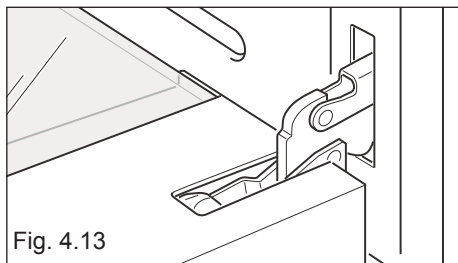

Fig. 4.13
- Fully open the oven door (fig. 4.13).